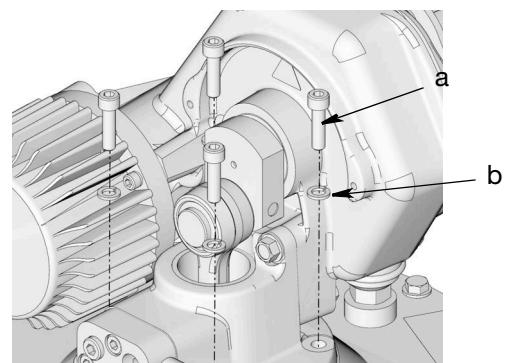

图 50
26. 将泵底座上的孔与储罐盖上的孔对齐。使用螺丝 (a) 和垫圈 (b) 将泵牢固固定在储罐盖上 (图 50)。